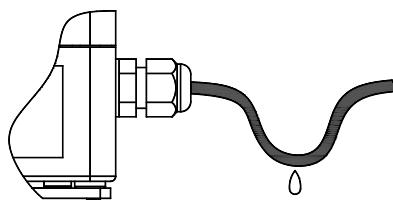

Рис. 8.8
8.4.6 Для предотвращения скапливания конденсата непосредственно перед герметичным вводом и попадания внутрь ПМ влаги рекомендуется сделать небольшой прогиб кабеля (см. рис. 8.8).
8.9.2 Установка контроля обрыва линии дискретного выхода и линии сигнала признака реверса осуществляется путём установки в требуемое положение джампера XT7 для канала G1, XT8 для канала G2, XT9 для линии сигнала признака реверса (см. рис. 8.8):